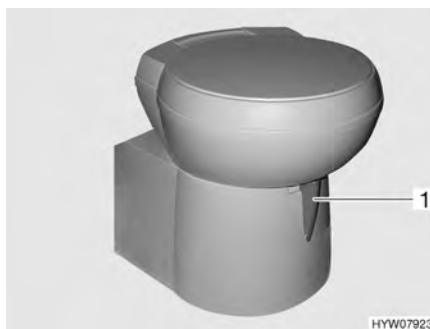

Fig. 191 Taza del inodoro Thetford, basculable
- Antes del lavado, abrir la corredera del inodoro Thetford. Para ello, empujar la palanca de corredera (Fig. 191,1) en sentido contrario a las agujas del reloj.
- Desplazar la palanca de corredera (Fig. 191,1) en sentido de las agujas del reloj. Se cierra la corredera. Para el vaciado **debe** estar cerrada la corredera del inodoro Thetford.